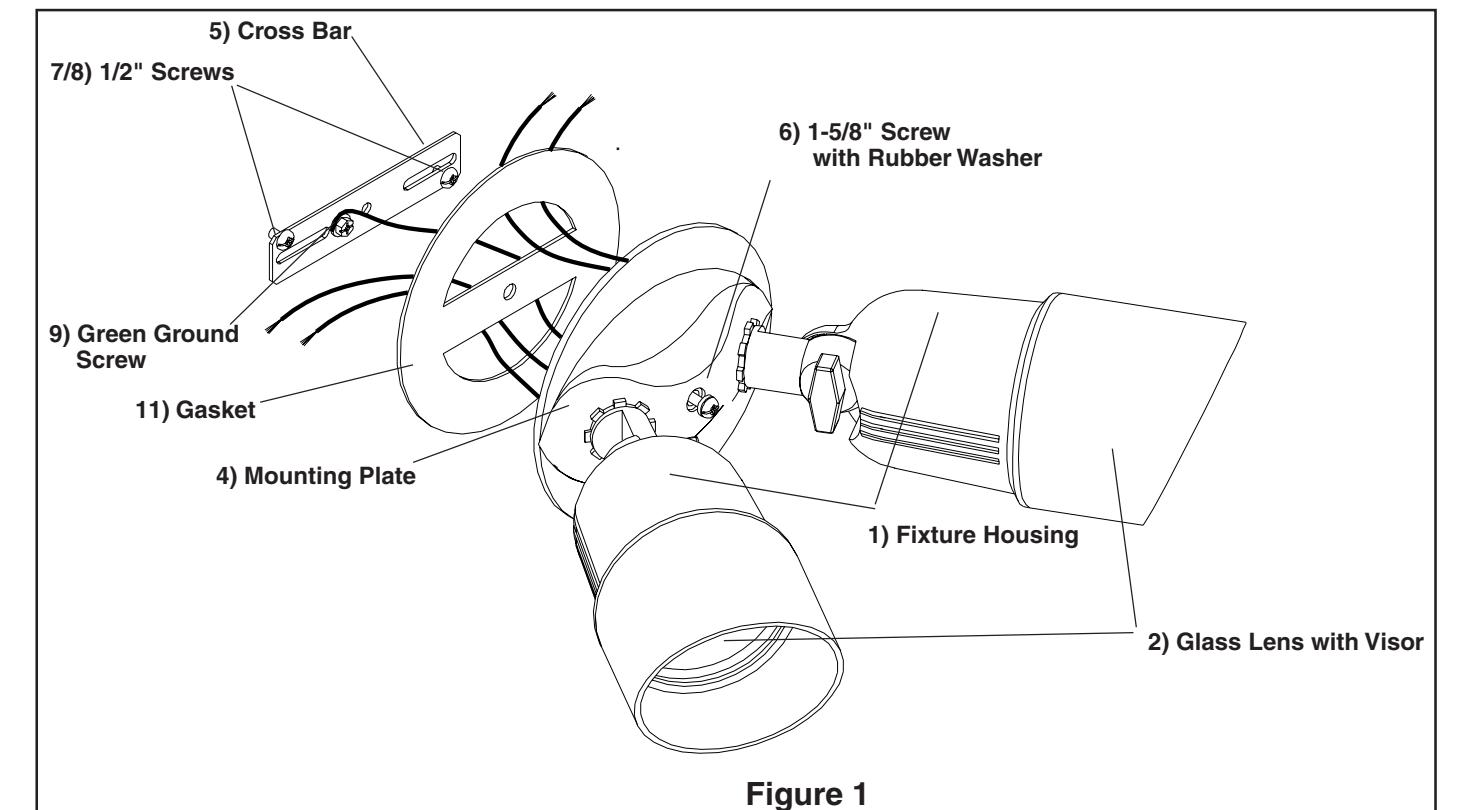

Figure 1
- Retirer les composants de l'appareil et l'emballage des pièces. S'assurer que toutes les pièces sont incluses. **Voir la fig. 1.**
1. Remove fixture components and parts pack. Check that all parts are included. **See Fig. 1.**
1. Quite los componentes del luminario y el paquete de piezas. Verifique que todas las piezas estén incluidas. **Vea Fig. 1.**